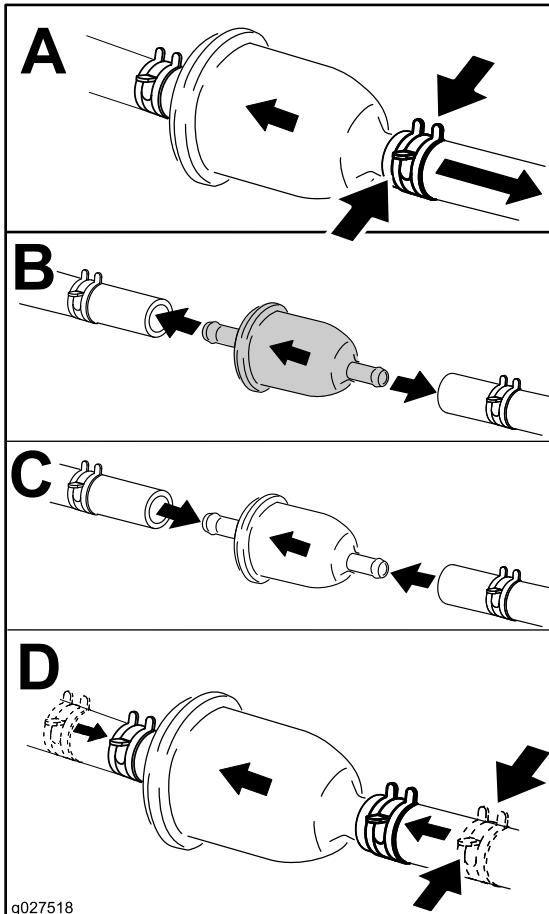

Figura 53
3. Cambie el filtro (Figura 53).